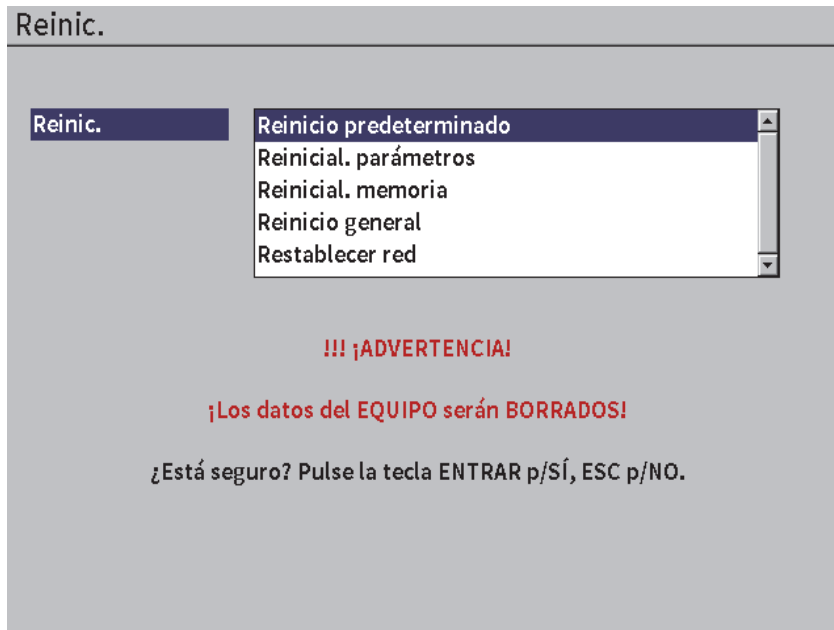

Figura 5-13 Página de configuración Reinicios
Esta página es utilizada para reiniciar algunos parámetros del sistema a la condición predeterminada de fábrica (vea la Figura 5-13 en la página 75). Una advertencia aparece notificando que los datos asociados a la selección serán reiniciados (borrados).
- ◆ Seleccione el ícono **Reinicios** () para abrir la página de configuración **Reinicios** (vea la Figura 5-13 en la página 75).